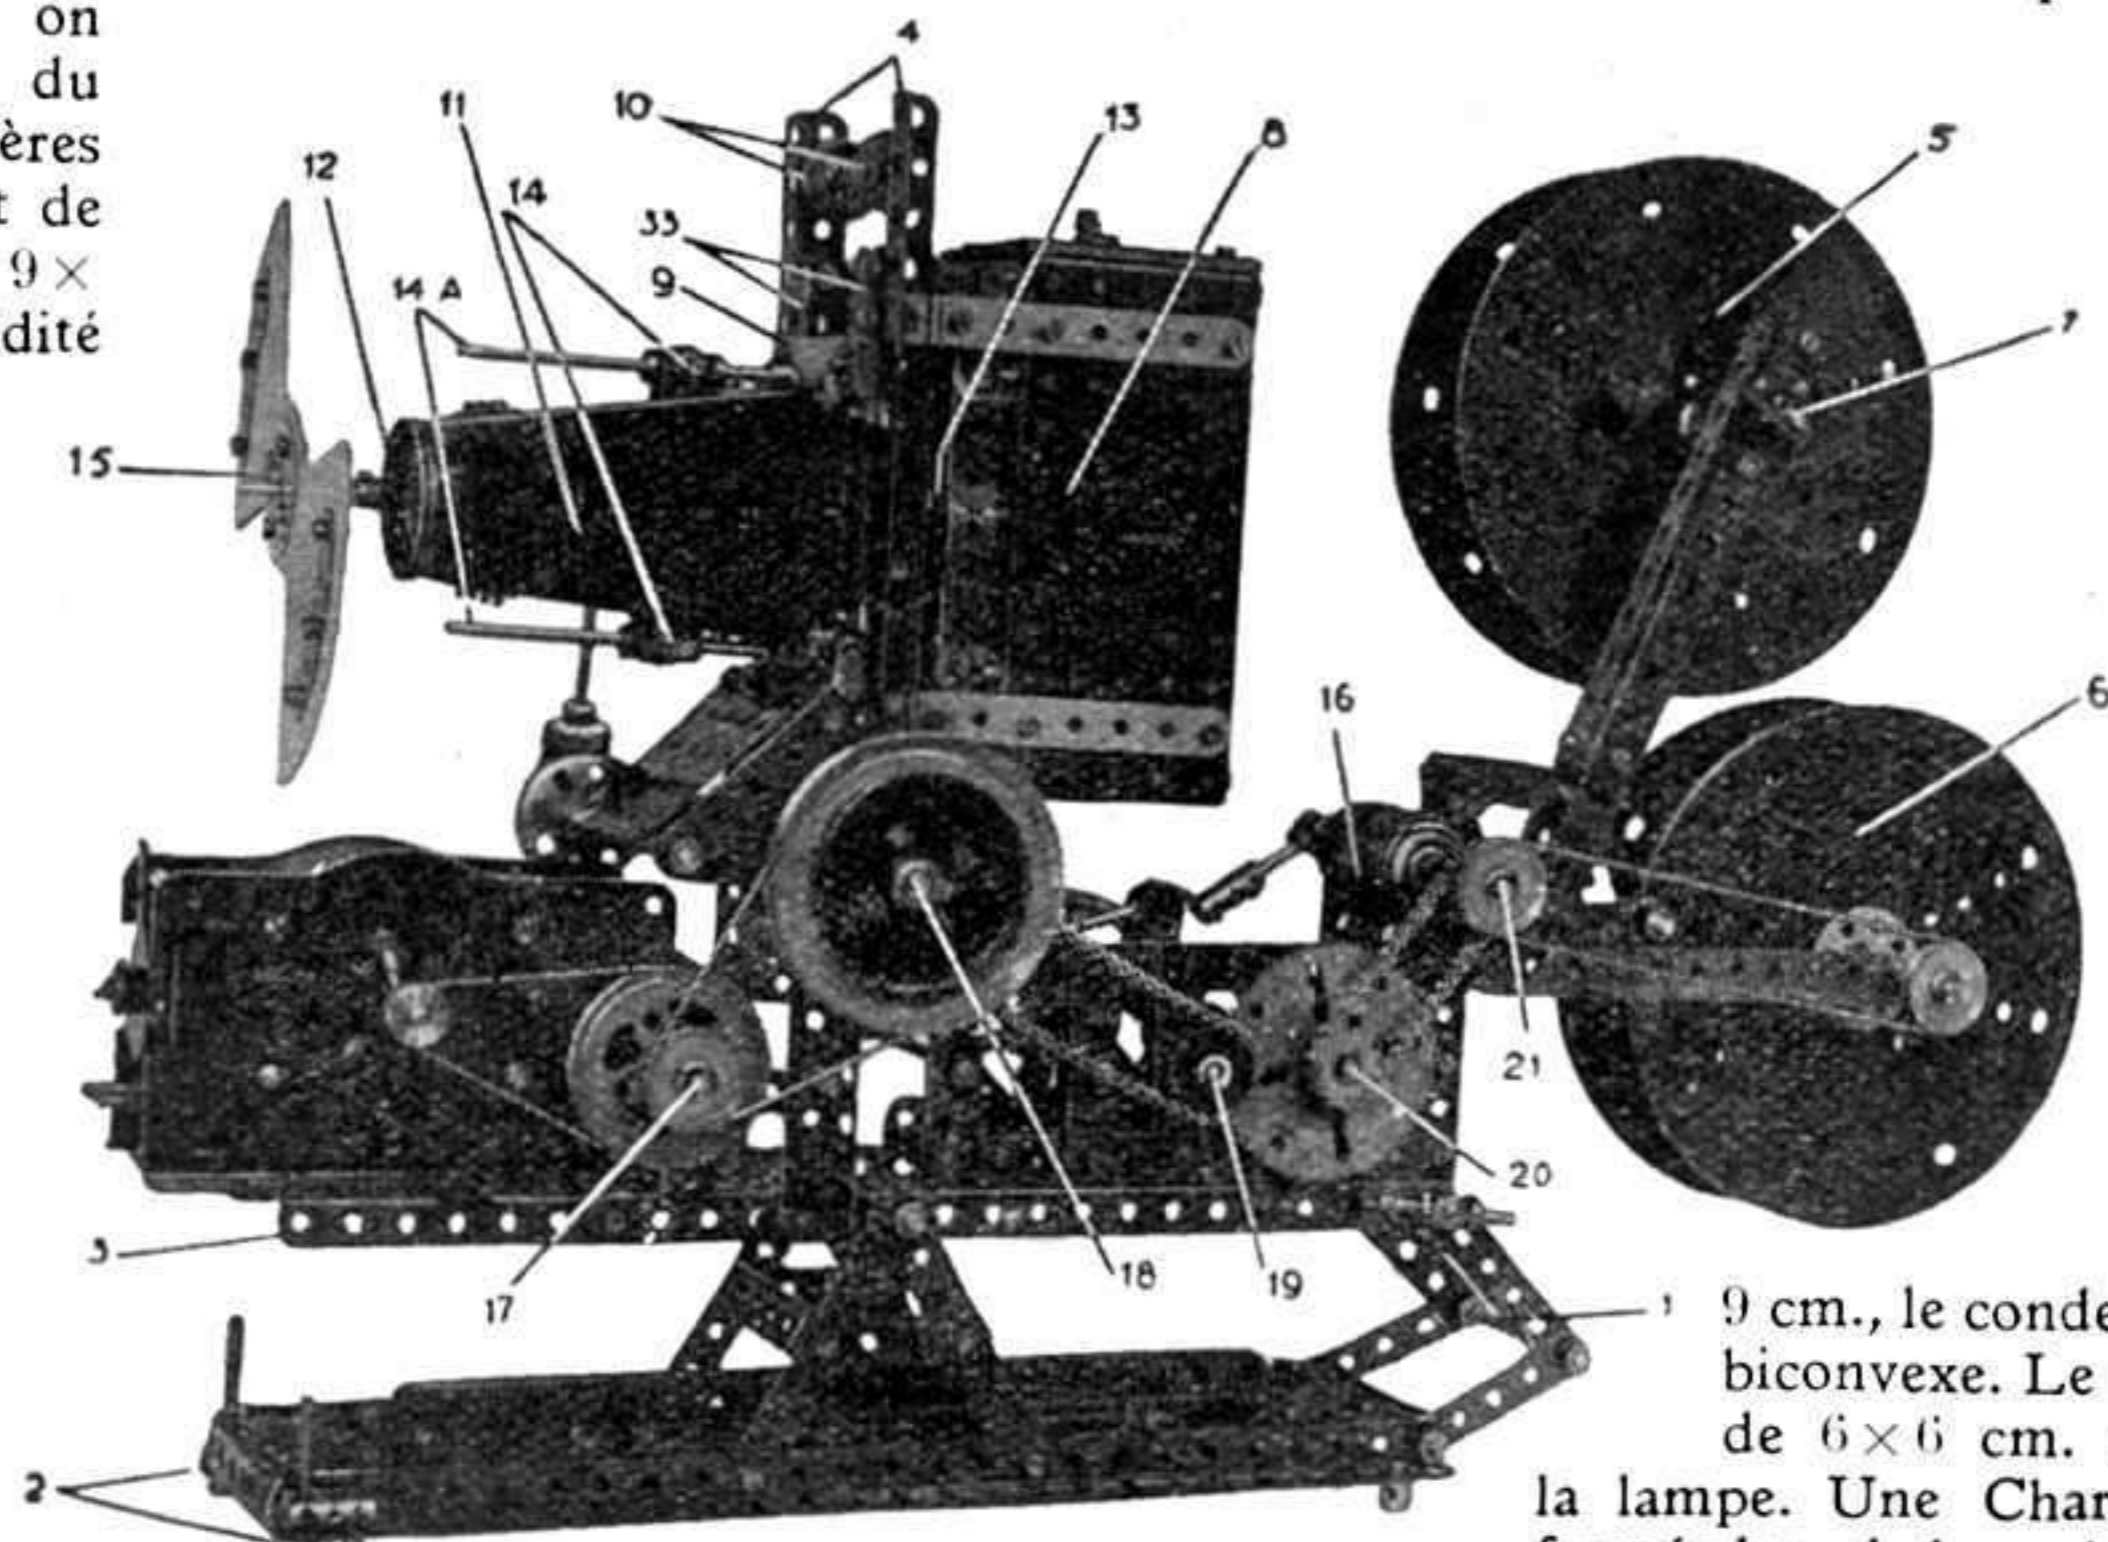

Fig. 1. — Vue générale de l'appareil de projection cinématographique construit en pièces Meccano.
Pour construire l'appareil, on procède d'abord au montage du pied formé de quatre Cornières de 32 cm., deux de 24 cm. et de deux Plaques à Rebords de 9 x 6 cm., lui donnant la rigidité nécessaire. Un support en forme d'A, formé de quatre Bandes de 9 cm., deux de 5 cm. et deux Bandes Coudees de 60 x 12 mm., maintient l'appareil sur son pied. L'examen de la figure 1 montre, clairement, de quelle façon il est monté.
Les deux montants 4, formés de quatre Cornières, deux de 14 cm. et deux de 24 cm. (voir fig. 1 et 2), supportent un arbre principal 18, mettant en mouvement d'une part l'obturateur, d'autre part les mécanismes d'entraînement; la lanterne 8, le couloir passe-vue 9 et l'objectif 11, celui-ci servant de support à l'obturateur 15.
Sur la Tringle de la bobine débitrice 5, une manivelle 7, formée d'un Accouplement et d'une Tringle, sert à enrouler le film, une fois la projection terminée (voir fig. 1 et 3).
La bobine débitrice n'est soutenue que d'un seul côté par un bras formé par 4 Cornières, dont deux de 19 cm., renforcées par deux de 14 cm. permettant la mise en place du film. Un Bras de Manivelle double sert de coussinet à l'axe de la bobine 5 et est vissée au bras par 2 Boulons de 19 mm. dont on aperçoit les écrous au-dessus et en dessous de la manivelle 7 (fig. 1).
La lanterne 8 (fig. 1 et 2), est montée sur charnières. Elle est formée de deux Plaques à Rebords de 14 x 6 cm. pour les côtés et d'une Plaque sans Rebords de 14 x 6 cm. pour l'arrière. L'avant de la lanterne est constitué par une plaque de carton de 14 x 6 cm. au milieu de laquelle on aura soin de percer un trou rond d'environ 35 mm. devant lequel sera maintenu, à l'aide de deux Bandes de 9 cm., le condensateur 13 bordé d'une lentille biconvexe. Le dessus est une plaque de carton de 6 x 6 cm. supportant la douille à vis de la lampe. Une Charnière 29 maintient la lanterne fermée lors de la projection. L'intérieur de la lanterne sera tapissé de carton mince.
5. Cornière n° 3 (fig. 1).